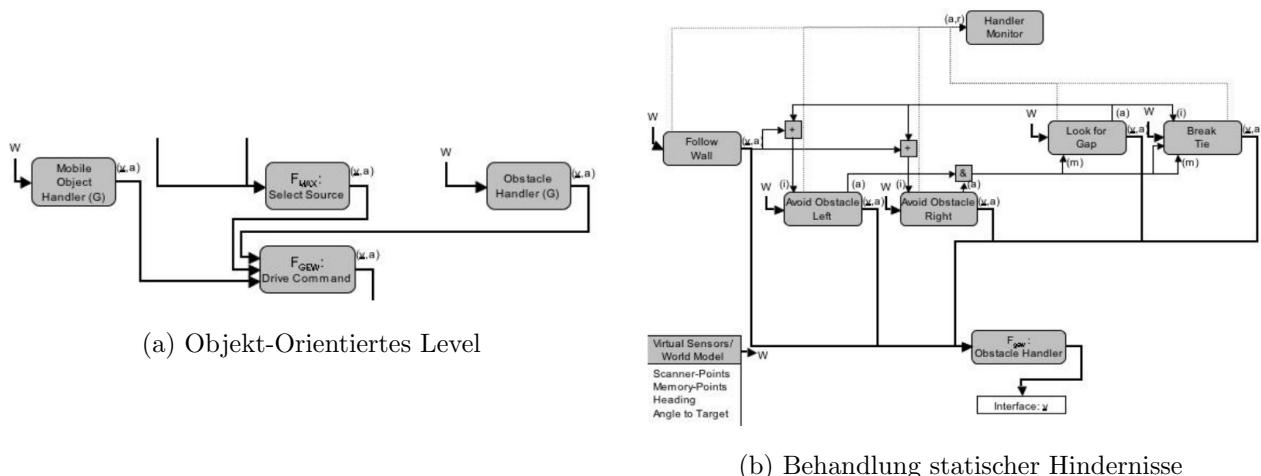

Abbildung 97
**Objekt-Orientiertes Level:** Vgl. Abbildung 97.